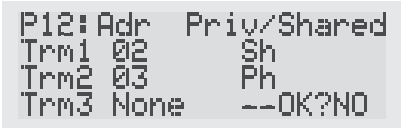

Fig. 6
- при повторном нажатии клавиши $\downarrow$ последовательно отобразится информация, показанная на Рис. 6;
- pressing $\downarrow$ again displays the screens shown in Fig. 6, in sequence;
Информация, показанная на рис. 6, выводится на экран одновременным нажатием клавиш ↓↵ в течение не менее чем 10 секунд (только в режиме pLAN).
На рис.6 приведен пример информации о состоянии сети pLAN с указанием числа подключенных устройств и их адресов. Ключ:
В примере на рис. 6 показано следующее:
Pressing the configuration buttons (↓↵) together for at least 10 seconds (in pLAN mode only), displays the screen shown in Fig. 7. The screen shown in Fig. 6 provides an example of the status of the pLAN, displaying which and how many devices are connected, and the corresponding addresses.